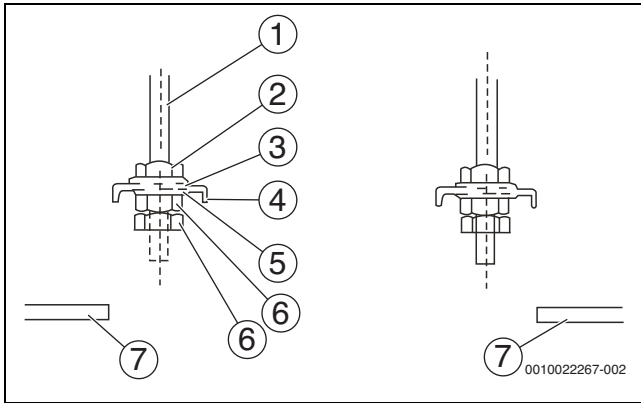

Bild 15
1. Position der Muttern nach Bedarf einstellen. Den Abstand zwischen Unterlegscheibe (unten) und Zwischendecke entsprechend den Gegebenheiten vor Ort auswählen (→ Abb. 15).